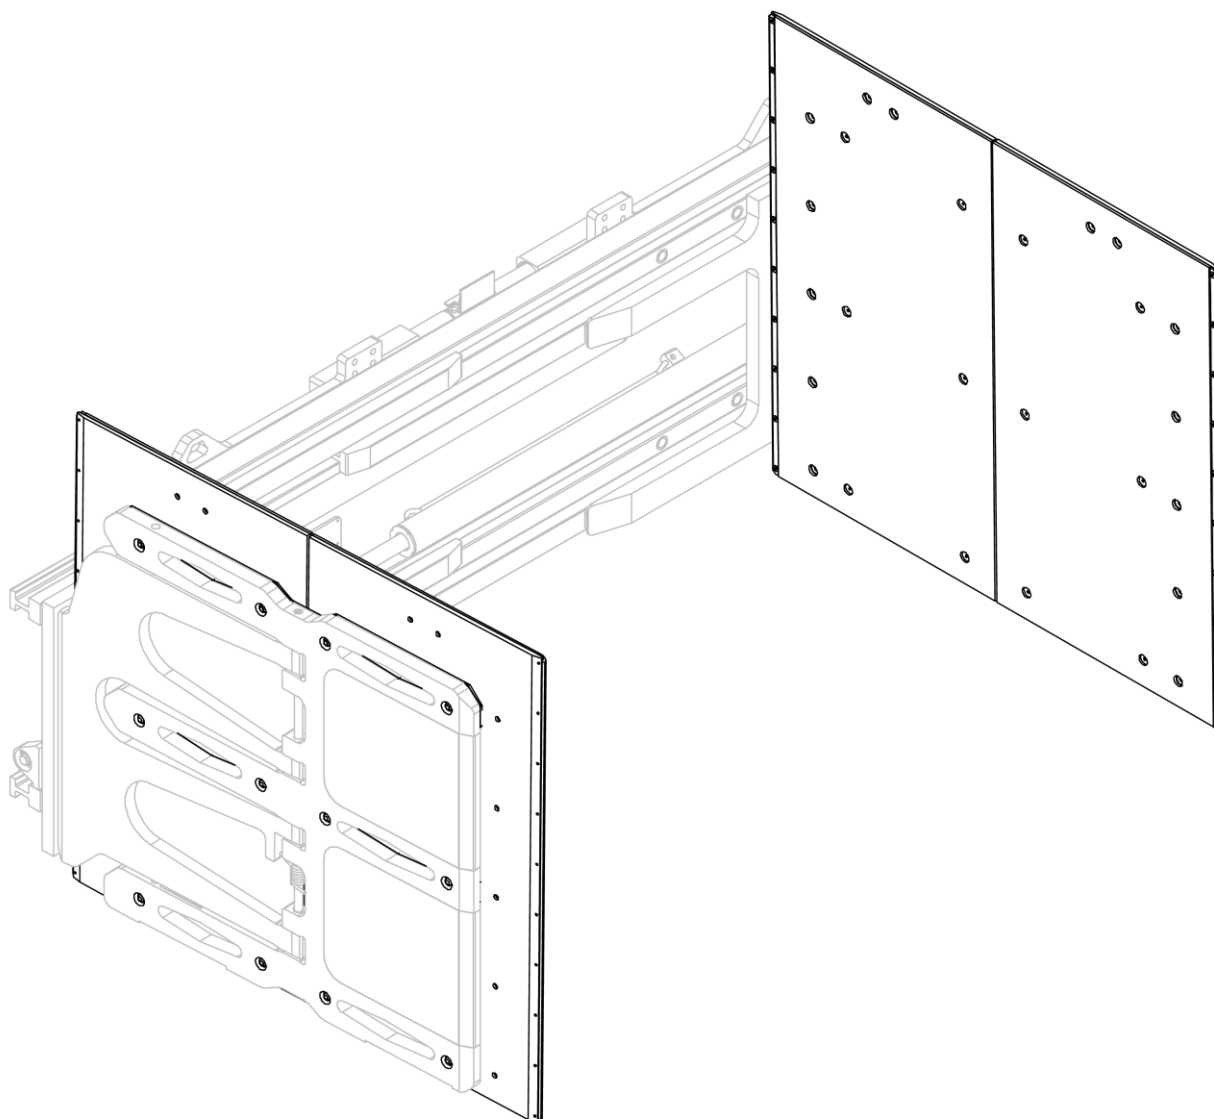

Figure 29
3. Vérifier le bon verrouillage des panneaux et des cales (voir *Figure 29*).